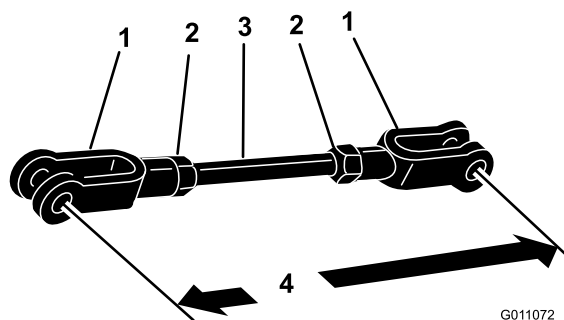

Figura 12
6. Instale las tuercas y las horquillas en la varilla roscada (Figura 12).
7. Ajuste las horquillas hasta que la distancia entre los centros de los taladros sea de 228,6 mm (9 pulgadas) (Figura 12).